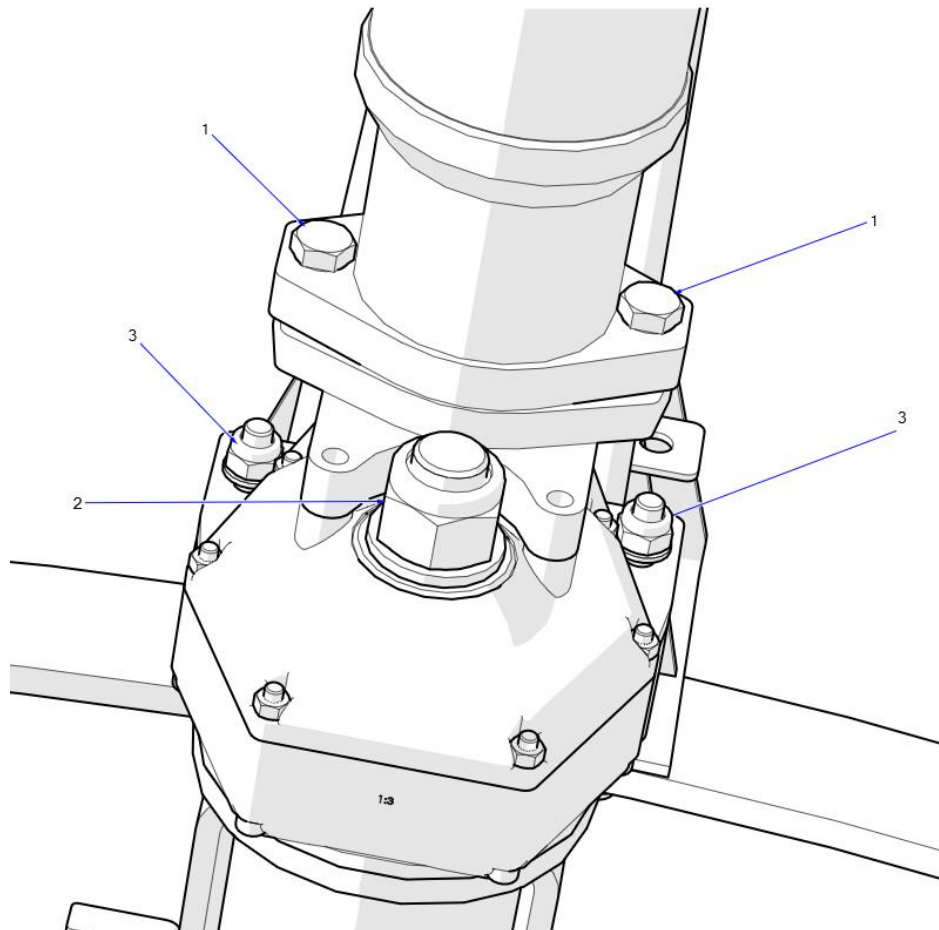

рисунок 40. Снятие передачи
- Установите передачу на ось и привинтите к плечу рис. 40 поз. 3,
- Привинтите прижимную гайку оси рис. 40 поз. 2,
- Установите двигатель в передаче и привинтите его винтами рис. 40 поз. 1